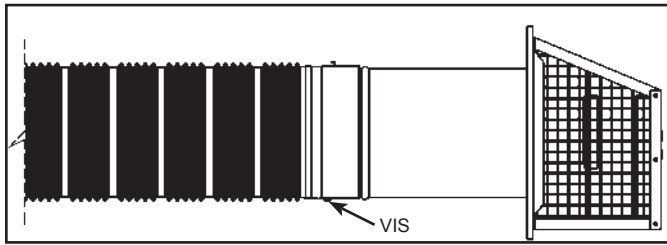
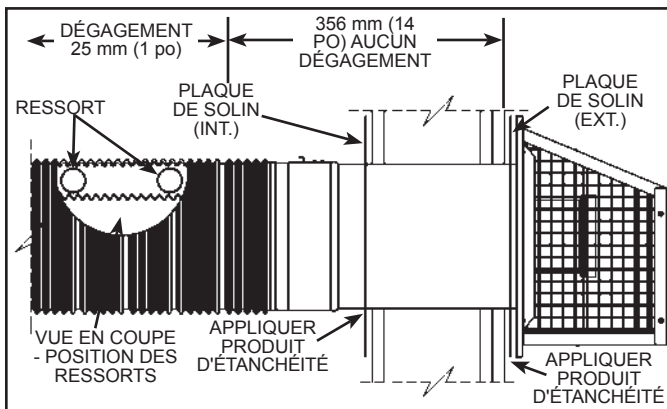

Figure 19
Figure 20
dégagement si l'épaisseur du mur est inférieure à 356 mm (14 po) (voir Figure 20).
Raccordez le conduit de ventilation et la terminaison de ventilation comme illustré à Figure 19.
Assurez-vous de respecter les distances de dégagement aux matières combustibles, comme illustré à Figure 20.
Un raccordement complété est illustré à Figure 19.
Certains modèles sont fournis avec une plaque de solin pouvant être utilisée pour couvrir l'orifice percé à travers le mur (voir Figure 1 et Figure 20). Enfilez une première plaque de solin (si fournie) sur le tuyau ondulé flexible externe, puis insérez le tuyau à travers l'orifice du mur, à partir de l'extérieur du bâtiment. Vissez cette plaque de solin au mur extérieur. Ensuite, fixez solidement la terminaison sur le mur extérieur à l'aide des quatre vis d'ancrage (fournies) qui conviennent au type de matériau du mur extérieur. Puis, calfeutrez le joint entre la terminaison et le mur à l'aide d'un scellant à base de silicone conçu pour un usage extérieur (non inclus). Par la suite, enflez la deuxième plaque de solin sur le tuyau ondulé flexible externe, puis vissez cette plaque de solin au mur intérieur. Encore ici, calfeutrez le joint entre le tuyau ondulé flexible et la plaque de solin intérieure à l'aide d'un scellant à base de silicone approprié. Assemblez la terminaison au conduit de ventilation comme illustré à Figure 19.
3. Distance de dégagement du conduit de ventilation aux matériaux combustibles: 25 mm (1 po) (voir Figure 20).